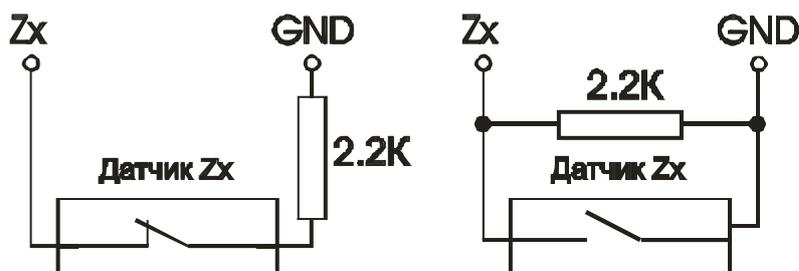
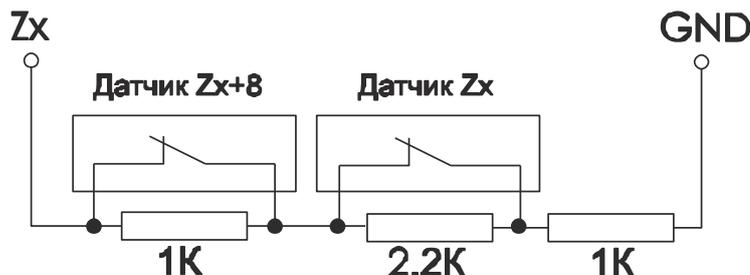
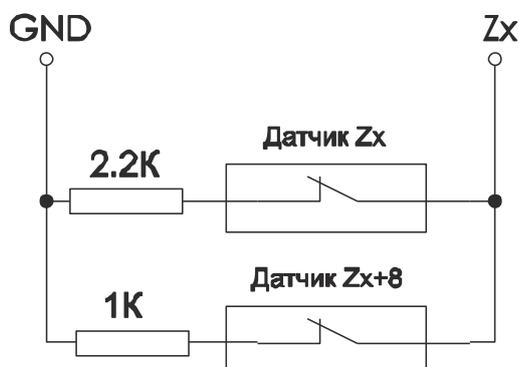

Рис. 2. Схемы подключения датчиков при выключенной опции «ATZ».
Рис.3. Схема последовательного подключения датчиков при включенной опции «ATZ».
Рис.4. Схема параллельного подключения датчиков при включенной опции «ATZ».
2.6. К клемникам «GND», «Z1», «Z2», «Z3», «Z4», «Z5», «Z6», «Z7» и «Z8» подключаются собственные проводные охранные шлейфы устройства (соответственно «общий провод», «шлейф №1», «шлейф №2», «шлейф №3», «шлейф №4», «шлейф №5», «шлейф №6», «шлейф №7» и «шлейф №8»). Данное устройство имеет опцию «ATZ». Если данная опция выключена, то в охранном шлейфе могут применяться «нормально-замкнутые» или «нормально-разомкнутые» датчики с оконечным резистором 2.2кОм. Схемы подключения датчиков для этого случая изображены на рис.2. Если опция «ATZ» включена, то в охранном шлейфе могут применяться только «нормально-замкнутые» датчики. Схемы подключения датчиков для этого случая изображены на рис.3 и рис.4. На способ подключения влияет дополнительная опция «последовательного» или «параллельного» соединения датчиков. Если данная опция выключена, то датчики должны быть соединены «последовательно», согласно схеме, изображенной на рис.3. Если опция включена, то датчики должны быть подсоединены «параллельно», согласно схеме, изображенной на рис.4.